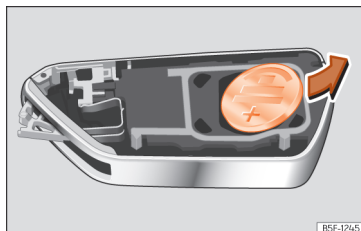

Fig. 72 Llave del vehículo: extracción de la pila.
- Extraiga la pila del compartimento con un objeto fino adecuado »» fig. 72.
- Coloque la pila nueva y presiónela en el compartimento para la pila »» ①.